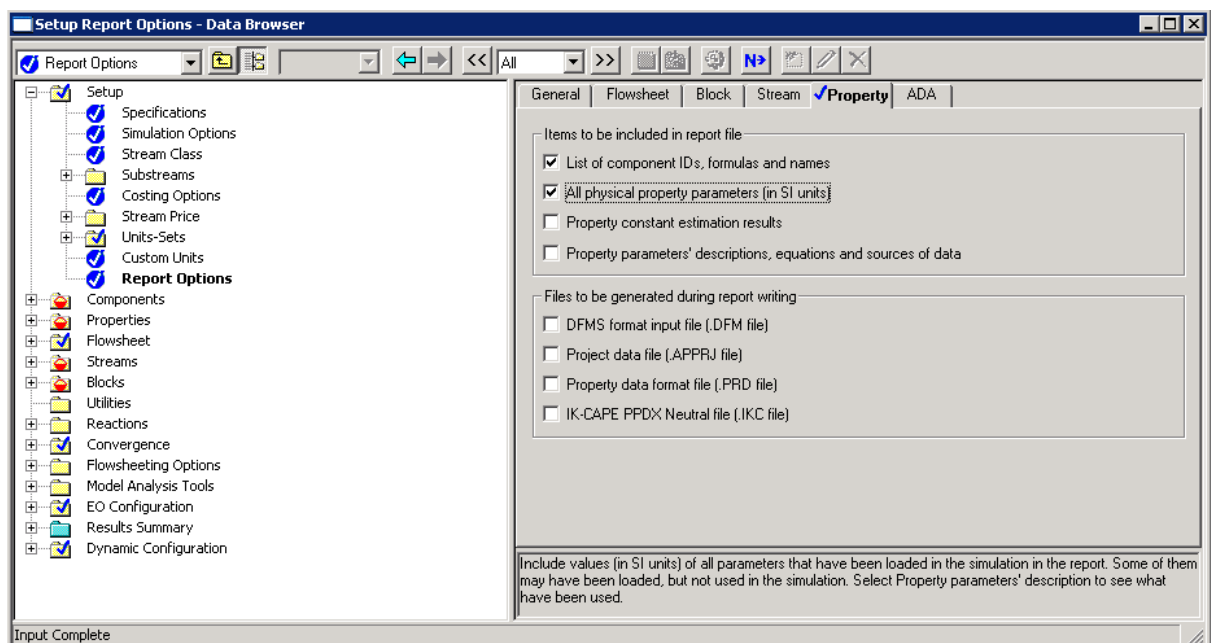

Abb. 8: Screenshot zur Einstellung der Report-Optionen in AspenPlus
- Unter „Info:“ sind Informationen zum einlesen zu finden. Bei der Rückmeldung „Rep-file successfully imported“ ist alles in Ordnung. Bei anderen Fehlermeldungen sind eventuell nicht alle Optionen bzw. Stoffparameter erfolgreich eingelesen. Wenn nicht weitergearbeitet werden kann beinhaltet die .rep-File wahrscheinlich nicht die erforderlichen Informationen: Überprüfe ob in AspenPlus die Check Box „All physical property parameters (in SI units)“ (siehe Abb. 8: Screenshot zur Einstellung der Report-Optionen in AspenPlus) aktiviert war.
- Aktiviere **LIST OF COMPONENT IDS** (siehe Abb. 8)
- Aktiviere **ALL PHYSICAL PARAMETER (IN SI UNITS)** (siehe Abb. 8)